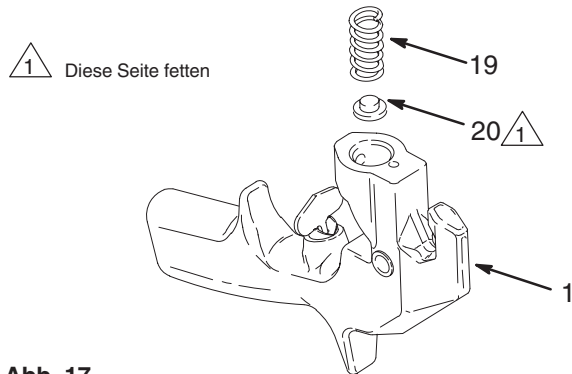

Abb. 17 03979
- Wurde die Feder (19) ausgebaut, den Federsteller (20) fetten und in die Feder einsetzen. Diese Baugruppe in den Pistolenkörper (1) schieben. Siehe Abb. 17.